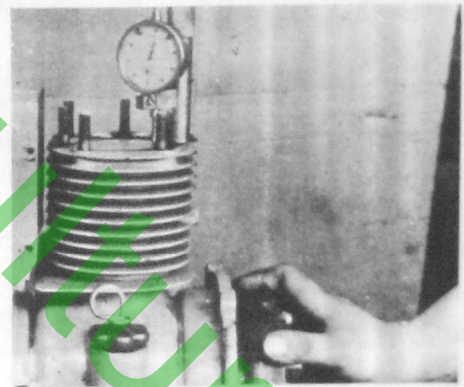

Fig. 40
1. Mit einer Meßuhr oder einem Tiefenmaß oberen Totpunkt feststellen (Fig. 40).
1. Find Top Dead Centre using a depth gauge or a measuring clock (Fig. 40).